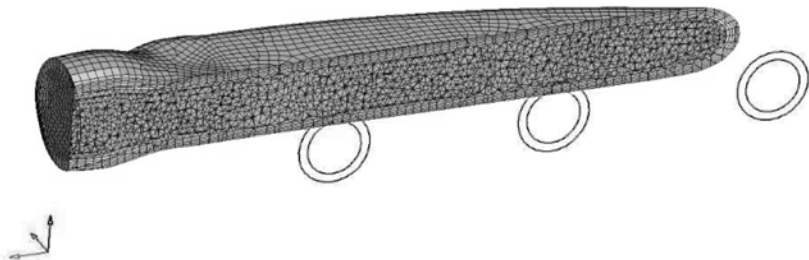

图 5-149 Hidden Line 面板观察体网格内部
(2) 用户也可以进入 Hidden Line 面板观察体网格内部。选择 BCs > Check > Hidden Lines 命令进入面板。
(3) 标题区留空并选择 yz 平面。这样将定义 yz 平面为切割平面。
(4) 保留 trim planes 和 clip boundary elements 被选中，单击 show plot 按钮，生成网格如图 5-149 所示。